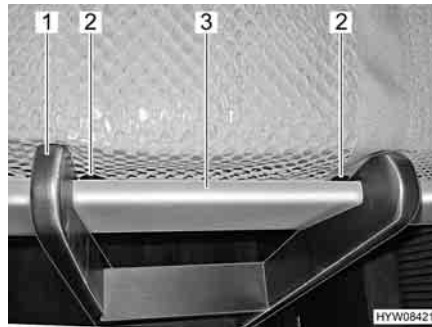

Fig. 102 Scaletta di accesso, agganciata
- Agganciare la scaletta di accesso (Fig. 102,1) con le due staffe nella barra di presa (Fig. 102,3) al letto basculante. Durante l'agganciamento fare attenzione che i longheroni della scala vengano posizionati attraverso i due dispositivi di fissaggio (Fig. 102,2). Questo serve a impedire che la scaletta di accesso scivoli di lato.
- Staccare la scaletta di accesso (Fig. 102,1) dalla barra di presa (Fig. 102,3) nel letto basculante.